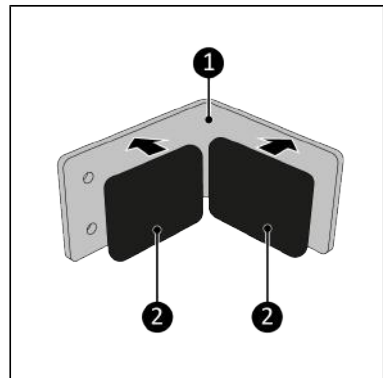

Abbildung 107.
4. Kleben Sie die beiden 40 x 45 mm großen Anti-Rutsch-Schaumstoffe (Abbildung 107, Pos. 2) auf die Innenseiten des Oberteils der Halterung (Abbildung 107, Pos. 1).